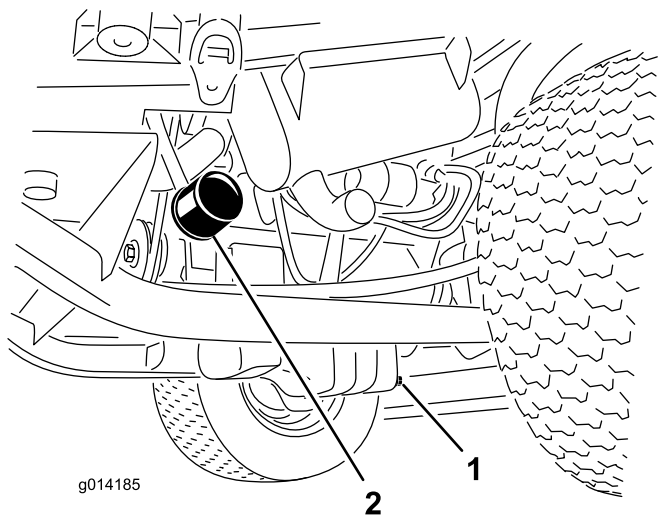

Рисунок 32
1. Снимите сливную пробку (Рисунок 32) и дайте маслу стечь в сливной поддон.
3. Снимите масляный фильтр (Рисунок 32).